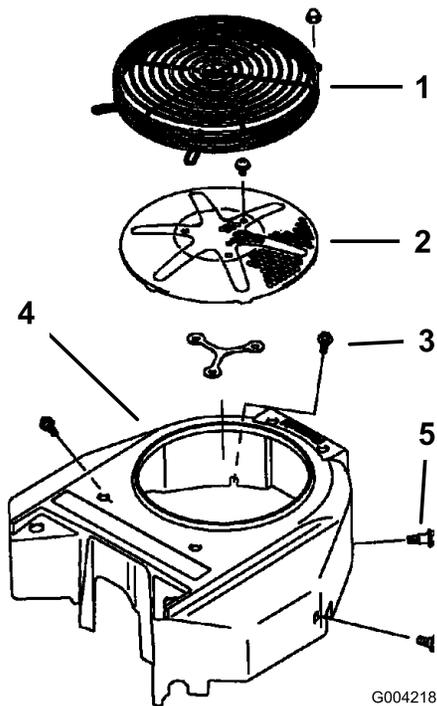

Figure 74
Avant chaque utilisation, enlevez l'herbe, les saletés et autres débris éventuellement accumulés sur la grille du moteur. Cela permet d'assurer un refroidissement et un régime moteur corrects, et réduit les risques de surchauffe et de dommages mécaniques du moteur (Figure 74).
3. Déposez la grille d'entrée d'air, le lanceur et le carter du ventilateur (Figure 74).
5. Remettez la grille d'entrée d'air, le lanceur et le carter du ventilateur (Figure 74).